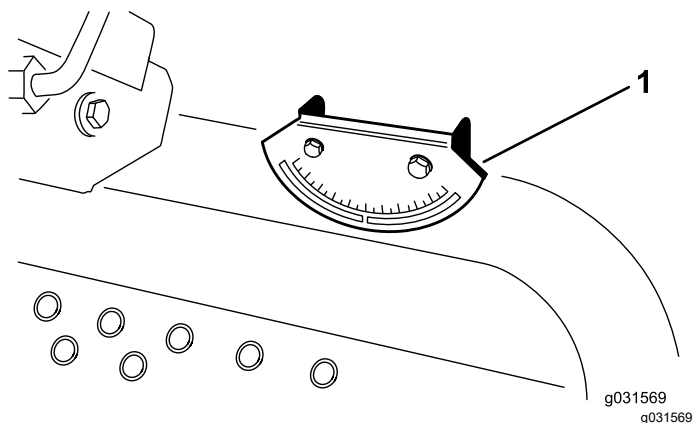

図 5
2. 機体のクロスビーム燃料タンク脇に携帯式の斜面計付属品を置いて、機体が水平になっていることを確認する 図 5。